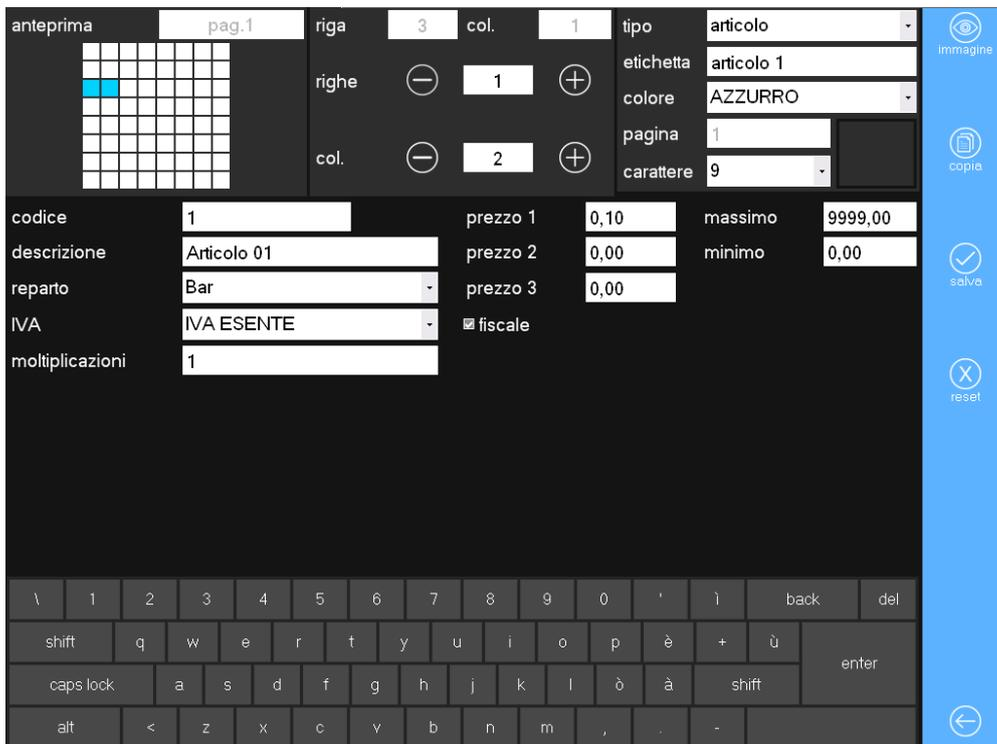

Figura 8.34: Inserimento tasto Articolo
4. Configurare i campi nella schermata di Figura 8.34.
- **Codice a barre:** è il Barcode associato all'Articolo. Mentre si inserisce del testo in questo campo, il sistema cerca nelle Anagrafiche già create un Articolo il cui Barcode corrisponda a quello inserito. Se esistono una o più corrispondenze, i campi della schermata di Figura 8.34 vengono riempiti automaticamente con i dati del primo Articolo trovato. Se invece in Anagrafica non esiste alcun Articolo corrispondente al Barcode inserito, ne sarà creato uno nuovo.